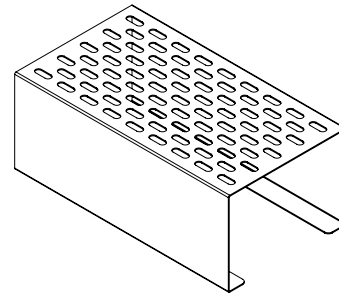

Figura 15
- (1) Estante metálico de posición fija (vea la Figura 15)